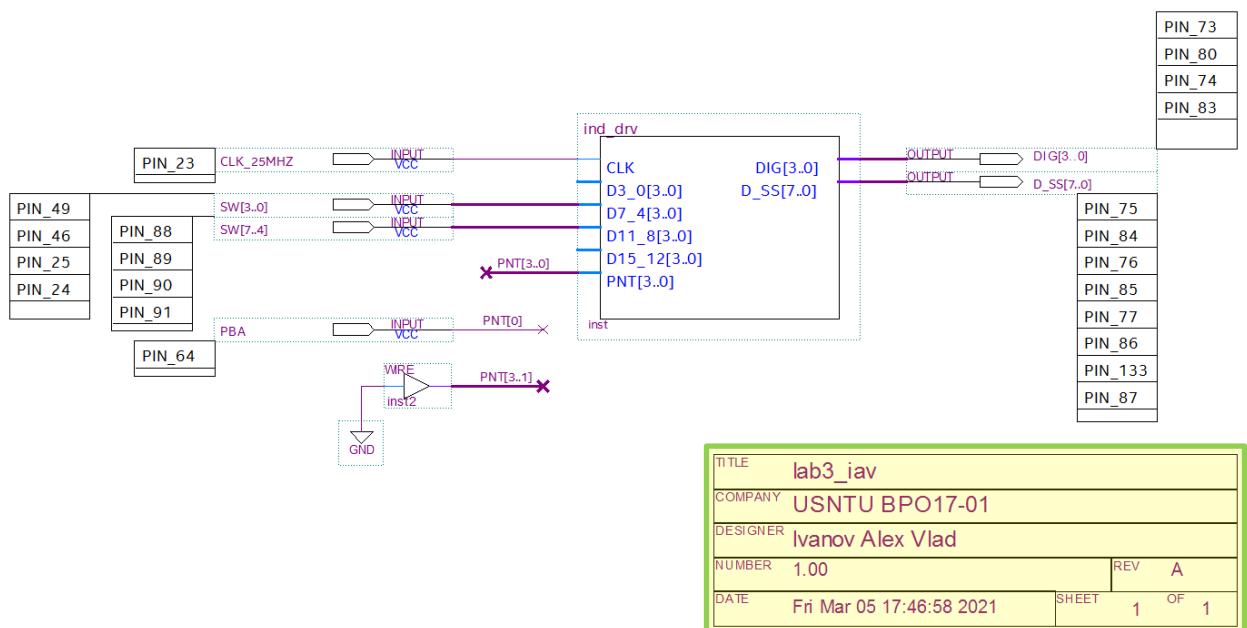

Рис. 47 Схема дизайн-файла проекта **lab3\_iav**
7.2. Нарисуйте схему проекта верхнего уровня на базе созданного компонента **ind\_drv** (рис. 47). Это будет иерархический проект из 2-х уровней.
9.3. Все неиспользованные в проекте выводы микросхемы ПЛИС необходимо установить в режим «**AS INPUT TRI-STATED**». Для этого выполните **Assignments-> Device-> Device and Pin Options**. В появившемся окне **Device and Pin Options** выберите в поле **Category** строку **Unused Pins** и в окошке **Reserve all unused pins** выберите **As input tri-stated with weak pull-up**. После назначения выводов у символов ввода-вывода на схеме появятся номера выводов (**PIN\_nn**) микросхемы, к которым они привязаны (рис. 47).